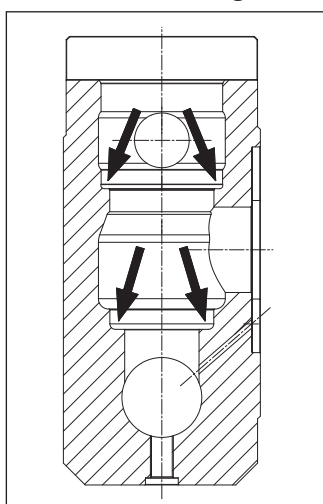

Fig. 175
**Antes de volver a colocar los grupos de válvula, limpiar y secar perfectamente los correspondientes alojamientos en la cabeza tal y como indican las flechas (Fig. 175).**